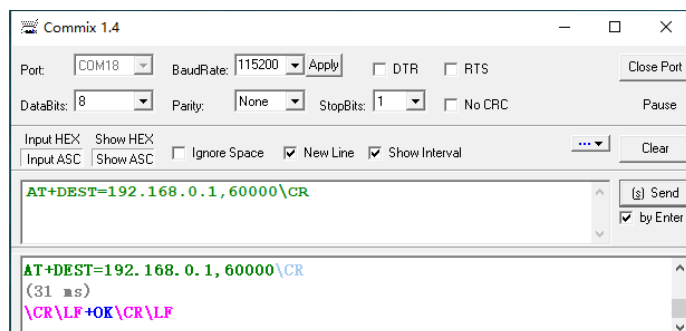

图 6-4 目标网络 IP、端口设置界面
- 4) 设置目标网络 IP、端口，如图 6-4 所示，目标 IP 设置为 192.168.0.1，端口设置为 60000;